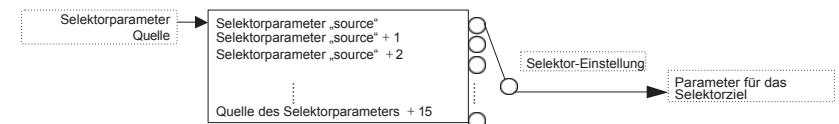

Abbildung 6-14-3 Selektor
- Prinzipielle Erläuterung: Wie in Abbildung 6-14-3 dargestellt, wird bei einer Einstellung von 0 bis 16 eine Adresse aus 16 aufeinanderfolgenden Adressen ausgewählt, wobei der Selektor-Parameter „Quelle“ als erste Adresse dient, und der aktuelle Wert dieser Adresse an den Selektor-Parameter „Ziel“ übergeben. Wird der Wert auf 200–65535 als Adresse gesetzt, ist diese Adresse die Nummer des ausgewählten Parameters, und der tatsächliche Wert wird durch den aktuellen Wert der ausgewählten Parameternummer bestimmt.